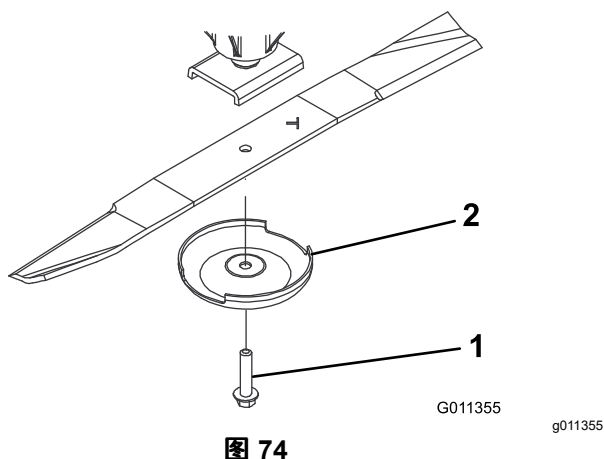

图 74
3. 卸掉刀片螺栓、防刮罩并从铰轴上取下刀片 (图 74)。